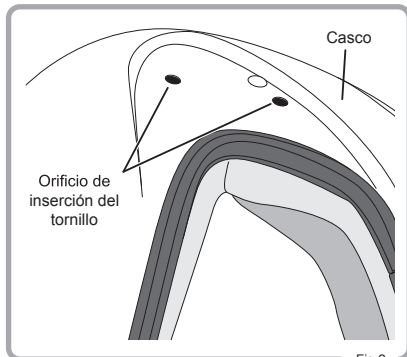

Fig.2
- 2 Coloque el trinquete de la visera en el espacio hueco del lateral del casco y alinee el orificio de montaje en el trinquete de la visera con el orificio de montaje del casco (Fig. 2).